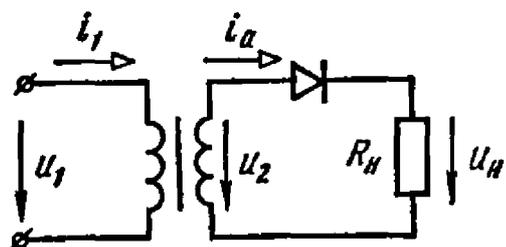

Рис. 13.1
13.1. Определить значения $I_{a, \text{ср}}$, $I_{a, \text{max}}$ и $U_{\text{обр max}}$ вентиля в однополупериодном выпрямителе (рис. 13.1) и коэффициент трансформации трансформатора n , если на нагрузочном резисторе с сопротивлением $R_H = 3 \text{ кОм}$ среднее значение выпрямленного напряжения $U_H = 180 \text{ В}$. Напряжение сети $U_1 = 220 \text{ В}$. Сопротивление